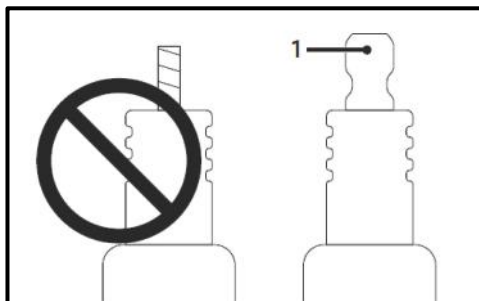

Рис. 37
- Огляньте свічку запалювання. Якщо вона пошкоджена та/або відсутній контактний ковпачок (1), то її необхідно замінити (Рис. 37). Рекомендовано встановлювати нову свічку запалювання;